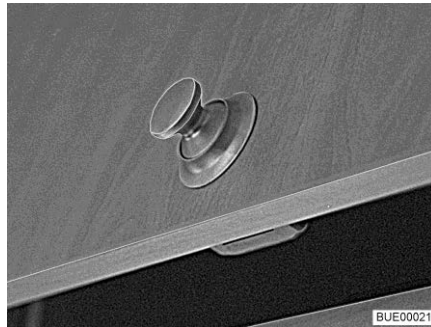
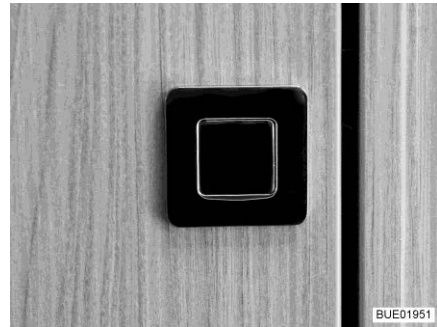

Bild 46 Skåplucka med rund tryckknapp
Bild 47 Skåplucka med rektangulär tryckknapp
- Tryck på låsets inre del. Tryckknappen (Bild 46 och Bild 47) skjuts ut.